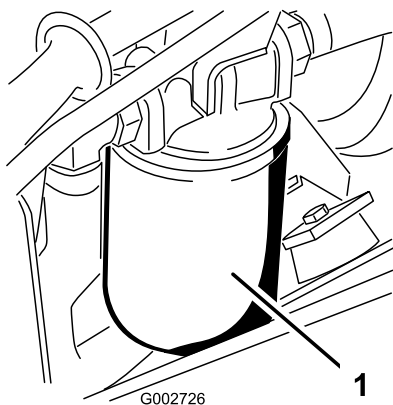

図 41
3. 機体左側にある油圧オイルフィルタ 図 41 の下に容器を置く。